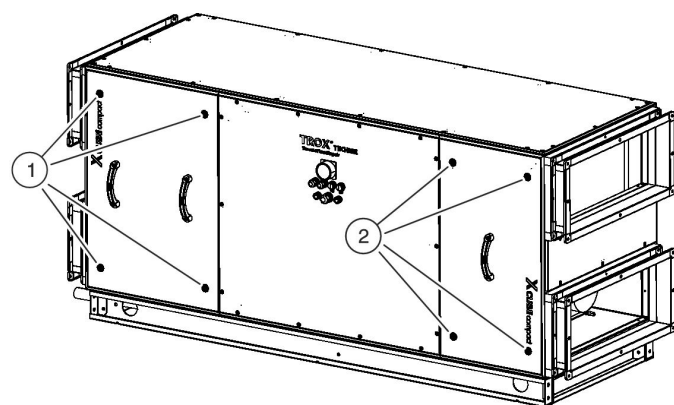

Рис. 53: Открытие панелей инспекционного доступа
1. ▶ Используйте шестигранный ключ на 10 мм, чтобы открыть компрессионные защелки (Рис. 53/1 + 2) на левой и правой инспекционной панели спереди.